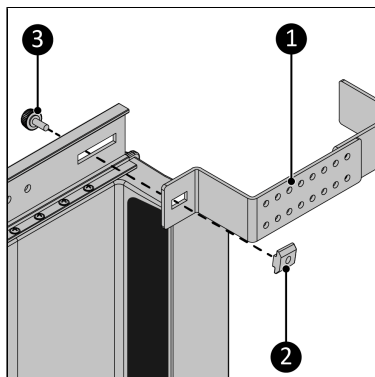

Figure 201.
6. Vissez le support (Figure 201, pos. 1) au rail principal situé à l'avant au moyen de la vis à bouton (Figure 201, pos. 3). Veillez à raccorder la vis à bouton à l'écrou coulissant (Figure 201, pos. 2).